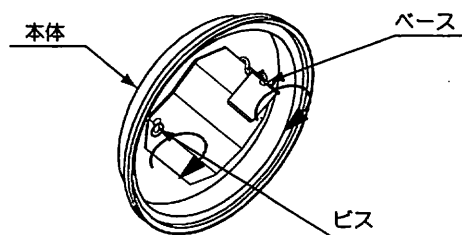

図 5
5. 電源線をベースの下へ収納し、本体にビスで取り付けてください。(図5)